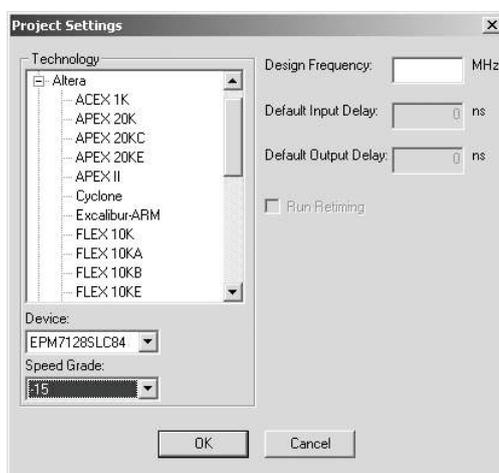

FIGURE 5.2 – Sélection de la cible
2. Cliquez sur l’icon *Setup Design* la figure 5.2 apparaît.